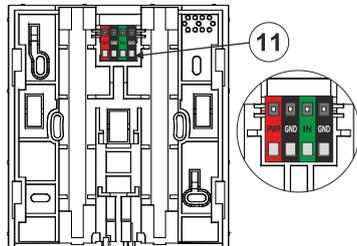

Figura 4: 11 - terminales de una fuente de alimentación externa y un contacto magnético externo
2. Monte la parte posterior del teclado en una pared plana utilizando 4 tornillos. Para conectar una fuente de alimentación externa o un contacto magnético, utilice los terminales activados en la parte posterior del teclado, consulte la Figura 4. Consulte la descripción de la conexión en los apartados Fuente de alimentación alternativa e Instalación de un contacto magnético.
6. Primero fije el borde inferior del teclado a la almohadilla de montaje (parte trasera) de la carcasa (alineé los lados inferiores). A continuación, deslice el teclado hacia abajo hasta que oiga el clic de la lengüeta (10). Esto asegurará el teclado para que no se salga de la almohadilla de instalación. A continuación, gire el mecanismo de bloqueo (9) 90° en el sentido de las agujas del reloj hasta la